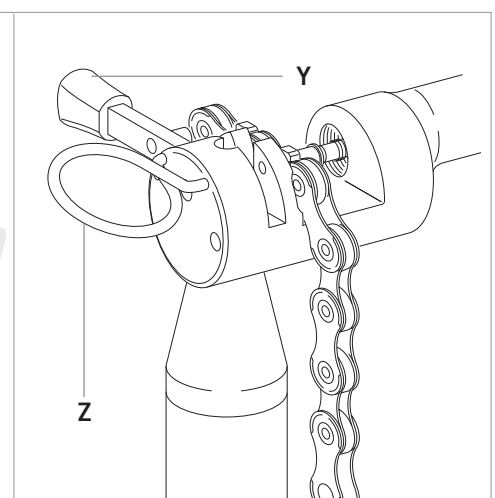

Abb.10
- Das betreffende Kettenglied mit der Sperrvorrichtung (Z - Abb. 10) blockieren.
- Überprüfen Sie, dass die Stelllasche des Werkzeugs UT-CN400 nach außen gerichtet ist (Y - Abb. 10).